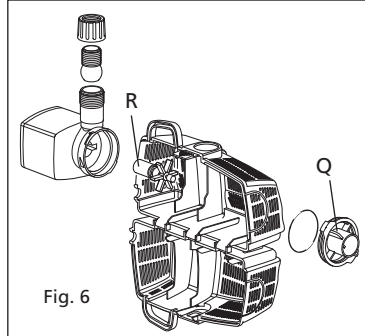

Fig. 6
2. Zluzować komorę pompy, rys. 6 (Q) obracając, aż dwa występy mocujące wysuną się z uchwytów na korpusie silnika.